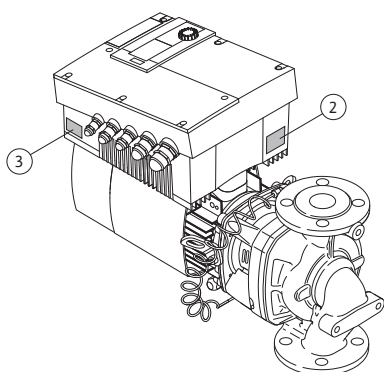

Fig.12: Tyypikilpien sijainti: käyttölaitteen tyypikilpi, elektroniikkamoduulin tyypikilpi
- Käyttölaitteen tyypikilpi on invertterissä kaapeliläpivientien puolella (Fig. 12, kohta 3). Sähköliitäntä on tehtävä käyttölaitteen tyypikilven tietojen mukaisesti.
- 18 Master-pumpun paine-eroanturin mittauspisteiden pitää olla kyseisessä koontiputkessa kaksoispumppuaseman imu- ja painepuolella (Fig. 12).